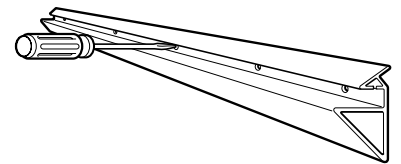

Figura 2
Paso 3: Asegure el soporte para estante en el orificio central con uno de los tres tornillos provistos. Ajuste el tornillo para permitir una leve rotación del soporte para estante como se muestra en la **Figura 2**.